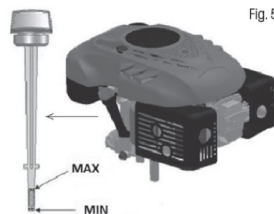

Fig. 5
2. Rimuova il coperchio dell'olio (Fig. 5). Il coperchio contiene l'asticella misuratrice dell'olio.
4. Il livello dell'olio deve stare tra il limite superiore (MAX) e il limite inferiore (MIN) (Fig. 5).